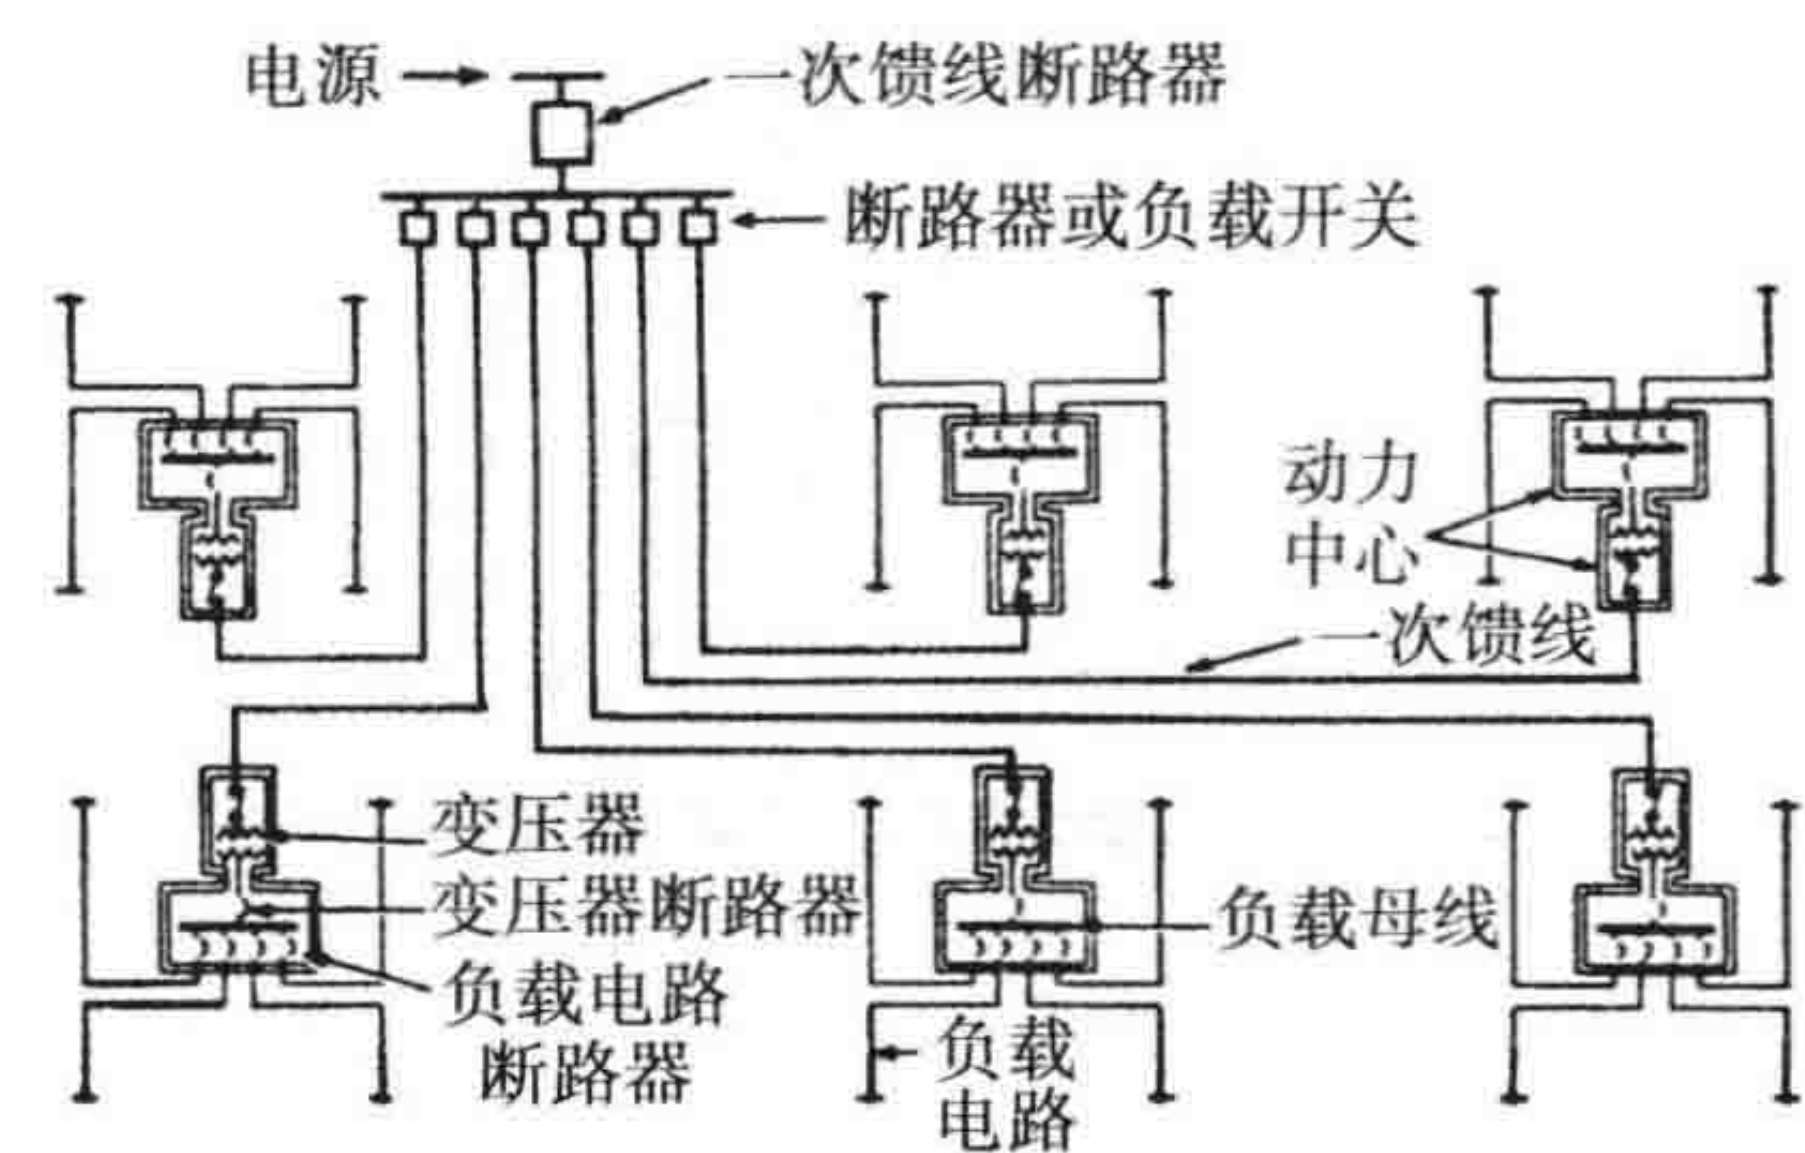
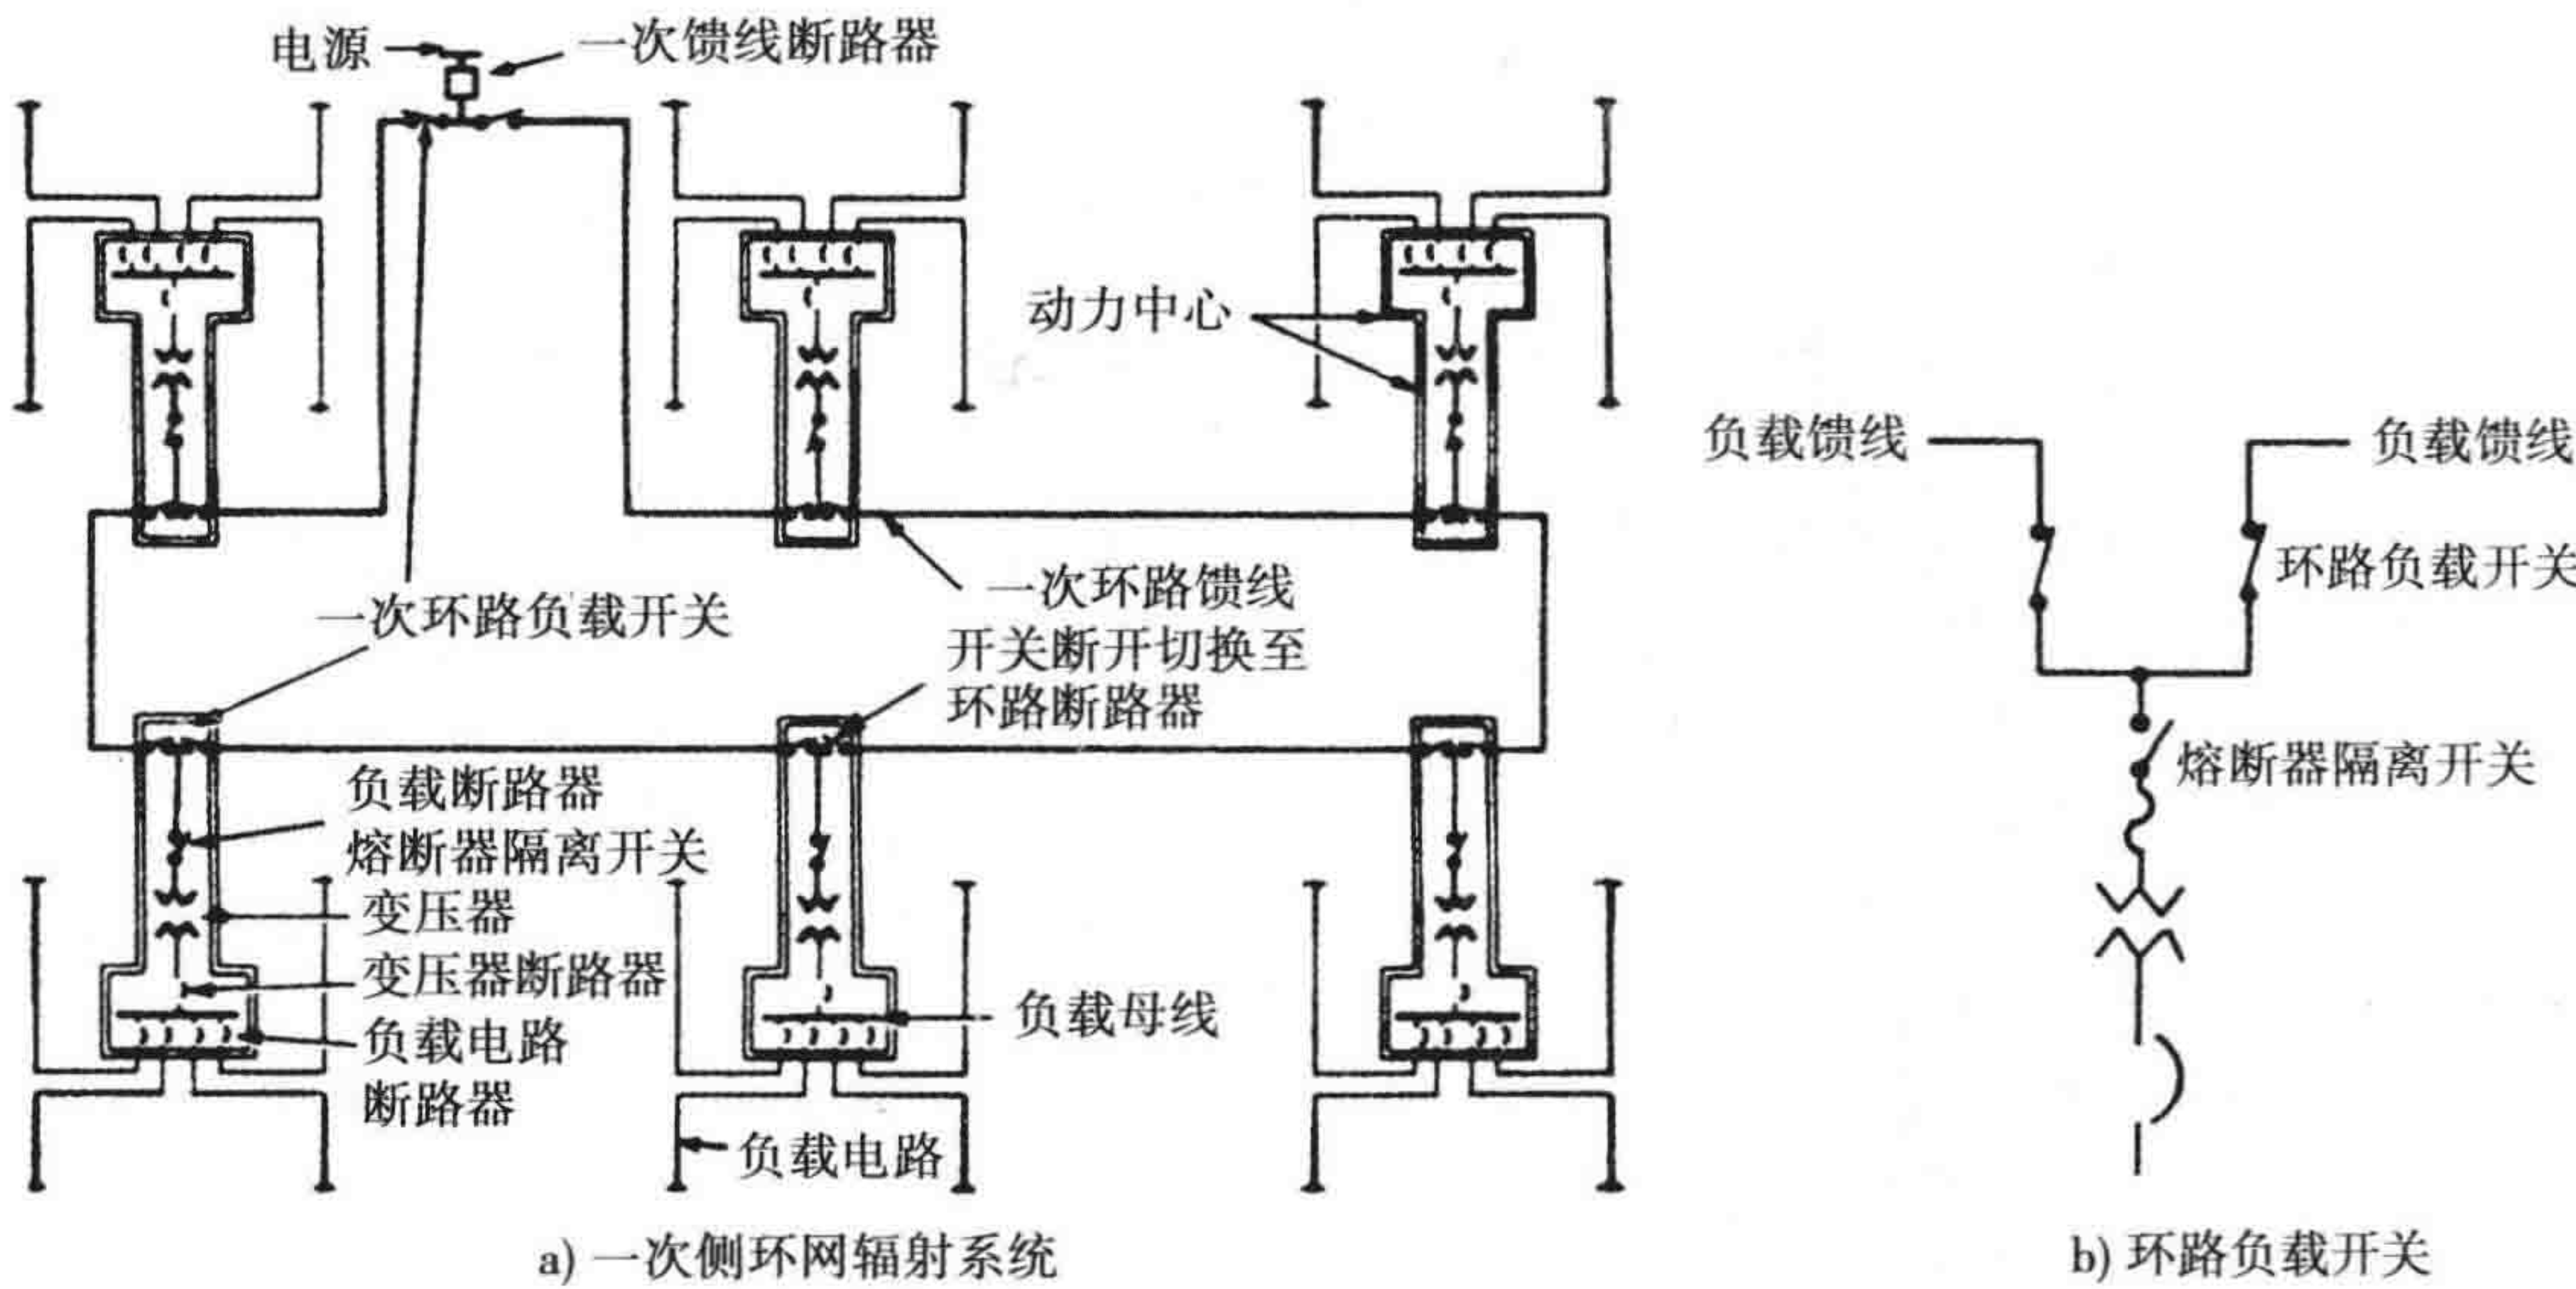

图 20-9 改进的现代简单辐射系统 (Westinghouse 产品)
图 20-10 一次侧环网辐射系统示意 (Westinghouse 产品)
一种简单辐射系统的改进称为改进的现代简单辐射系统（见图 20-9）。在这种形式下，
**一次侧环网辐射系统** 这种系统类似于简单辐射系统的现代形式，当一次馈线或变压器出现故障时，它可以快速恢复供电，如同改进的现代简单辐射系统一样（见图 20-9），但成本更低。一个一次馈线断路器控制环路上的一段，而不是控制一条辐射式一次馈线，如图 20-10 所示。